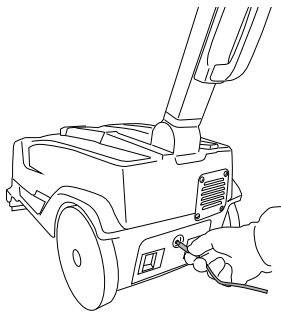

Fig.13
- Steek de stekker van de acculader in de aansluiting op de accu (Fig.13).
- Controlelampje voeding (model met stekker) (Fig.x-Ref.x): geel, geeft aan dat het netsnoer van de machine is aangesloten op het lichtnet en dat de hoofdschakelaar is ingedrukt (Fig.13-Ref.1).